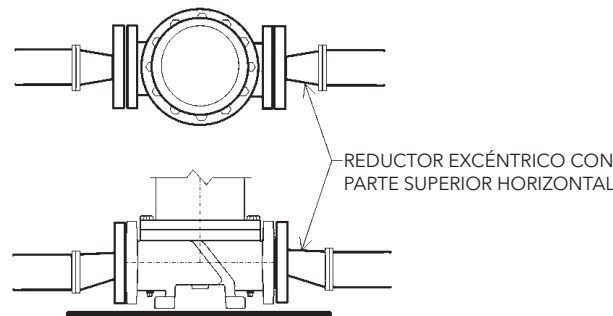

Figura 9: Reductor excéntrico
3. Los reductores deben ser excéntricos en la succión de la bomba, con el lado en pendiente hacia abajo y el lado horizontal en la parte superior (Consulte la Figura 9).